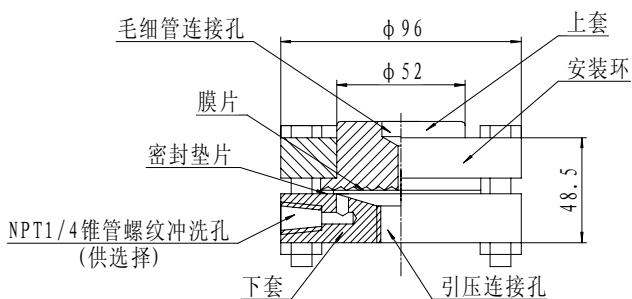

图 3 1199RTW 型螺纹安装式远传法兰
- 2) 1199RTW 型螺纹安装式远传法兰,外形尺寸见图 3。